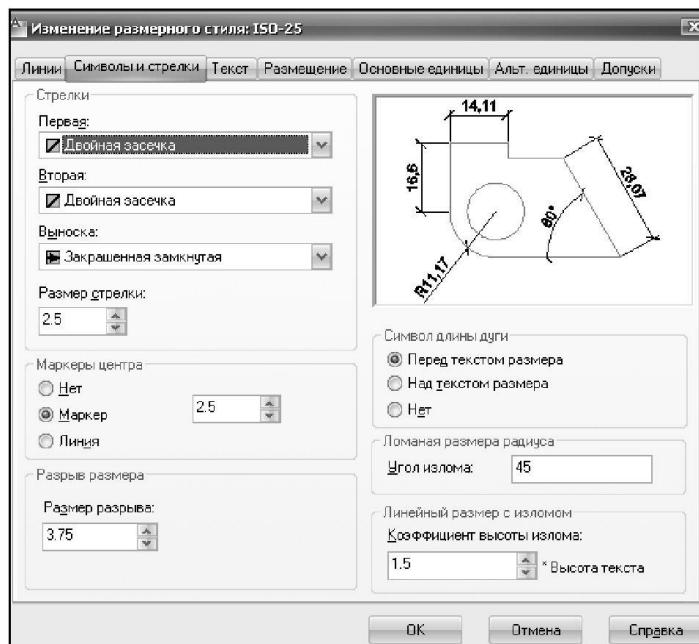

Рисунок 27. Диалоговое окно «Новый размерный стиль», вкладка «Символы и стрелки»
- Вкладка «Символы и стрелки» в поле «Размерные стрелки» необходимо установить вид стрелки (*двойная засечка*) и указать ее размер (рис. 27). *Все изменения будут отражены в диалоговом окне на примере.*